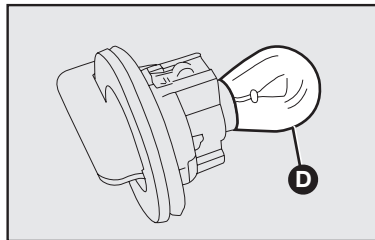

fig. 15
- 2) Quitar la lámpara **E-fig. 15**, empujándola un poco y girándola en sentido antihorario.